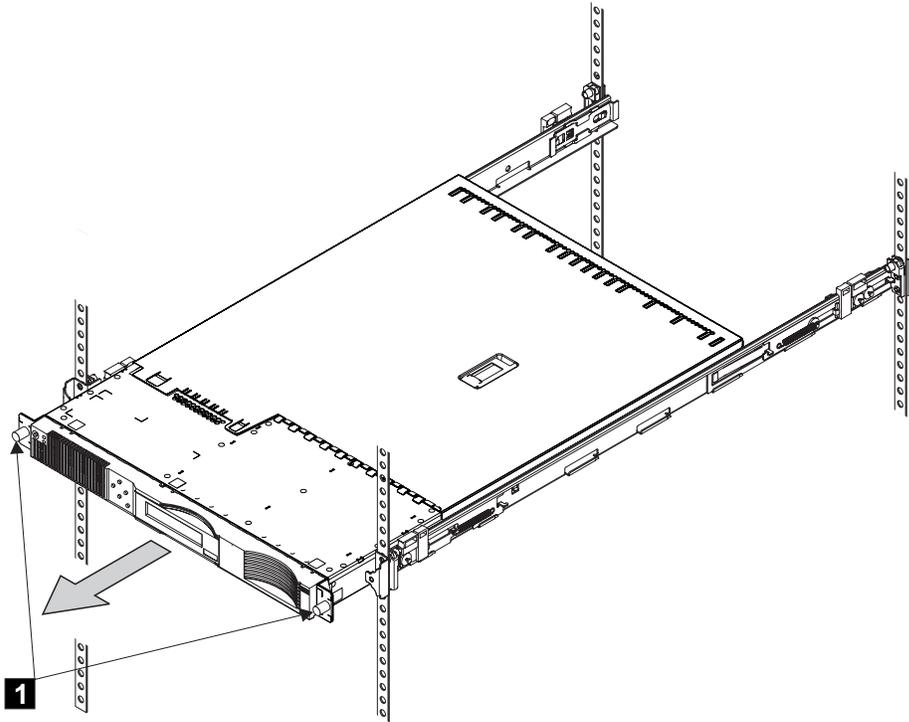

図 22. 前面のねじを緩めて、SAN ボリューム・コントローラー 2145-4F2を取り外す
1. 2 本の前部ねじ（48 ページの図 22の **1**）を外します。